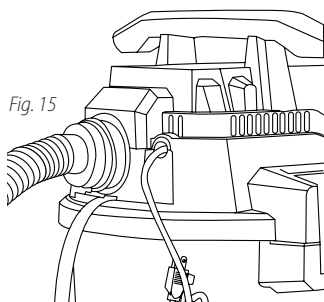

Fig. 15
33. *Esta aspiradora puede utilizarse como un soplador 3 potente. Para usar la función de soplador 3, despeje cualquier suciedad u obstrucciones que pudiera haber en la manguera 12. Inserte el extremo de la manguera. Fig. 15. de la máquina en el puerto del soplador 3 ubicado en la parte trasera de la cubierta del depósito.*